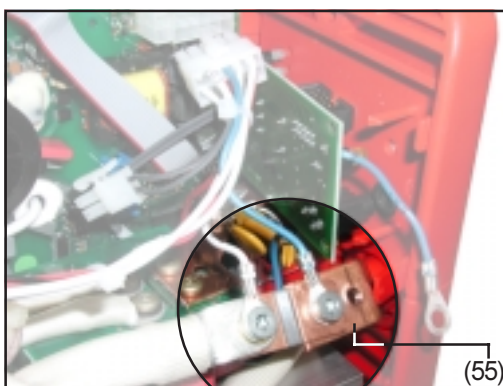

Abb. 15
- 10-poligen Molexstecker (41) am Print LCA15 anstecken
- 2-poligen Molexstecker (40) am Print LCA15 anstecken
- Flachbandkabel (42) gemäß Abb. 15 oberhalb des Kabelbaumes verlegen
- Flachbandkabel (42) am Print FPA15 (5) anstecken